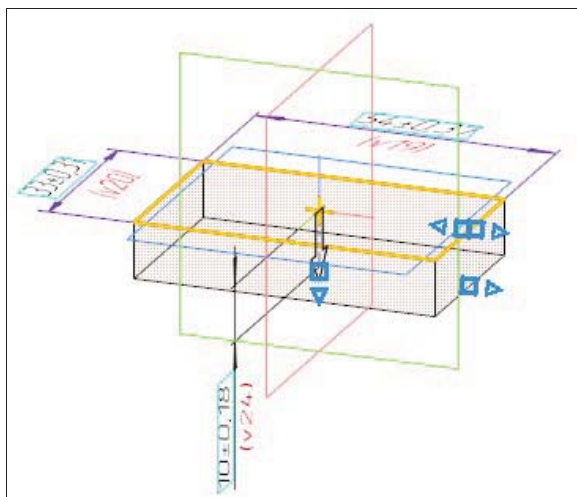

Рис. 19.9. Фантом модели параллелепипеда
- ♦ на панели инструментов **Элементы тела** щелкните ЛК мыши по кнопке  — **Элемент выдавливания**. На экране вы видите фантом (рис. 19.9) будущей модели со стрелкой, указывающей направление выдавливания. Активизировалась панель **Параметры: Элемент выдавливания** (рис. 19.10). В ее **Заголовке** появились кнопки команд группы: **Элемент вращения**, **Элемент по траектории** и **Элемент по сечению**. Значит, как и в режиме **Чертеж**, вы можете использовать данные команды, не выходя из создания элемента выдавливания.